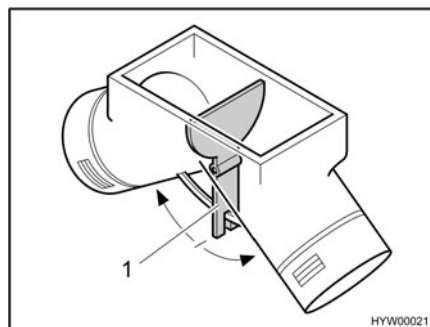

Fig. 104 Ventilateur à air pulsé, vanne de réglage en position intermédiaire
En position intermédiaire, l'air chaud se répartit uniformément sur les deux sorties à air chaud. Le levier de commande (Fig. 104,1) pour la vanne de réglage est installé sous le portillon de la penderie.
- Pousser le levier de commande (Fig. 104,1) dans le sens de la flèche jusqu'à obtention de la position désirée.